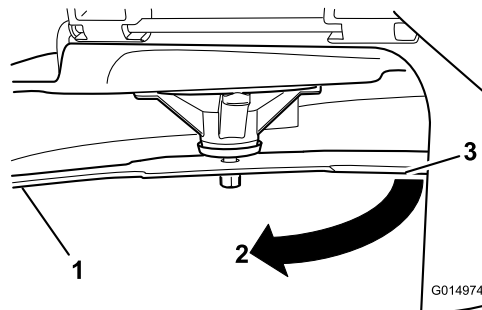

Figura 61
4. Rode a mesma lâmina 180 graus para que a extremidade de corte oposta fique na mesma posição (Figura 61).